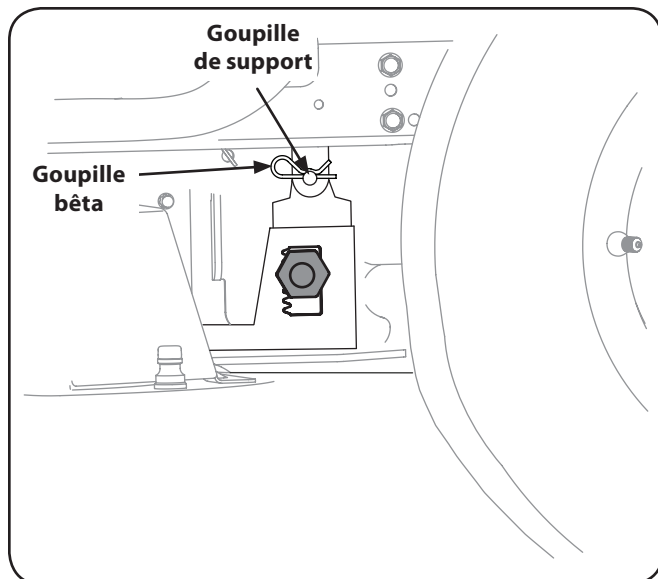

Figure 7-7
4. Une fois les supports correctement alignés, insérez les goupilles dans les supports de réglage du levage et verrouillez-les avec les goupilles bêta. Consultez la figure 7-7.